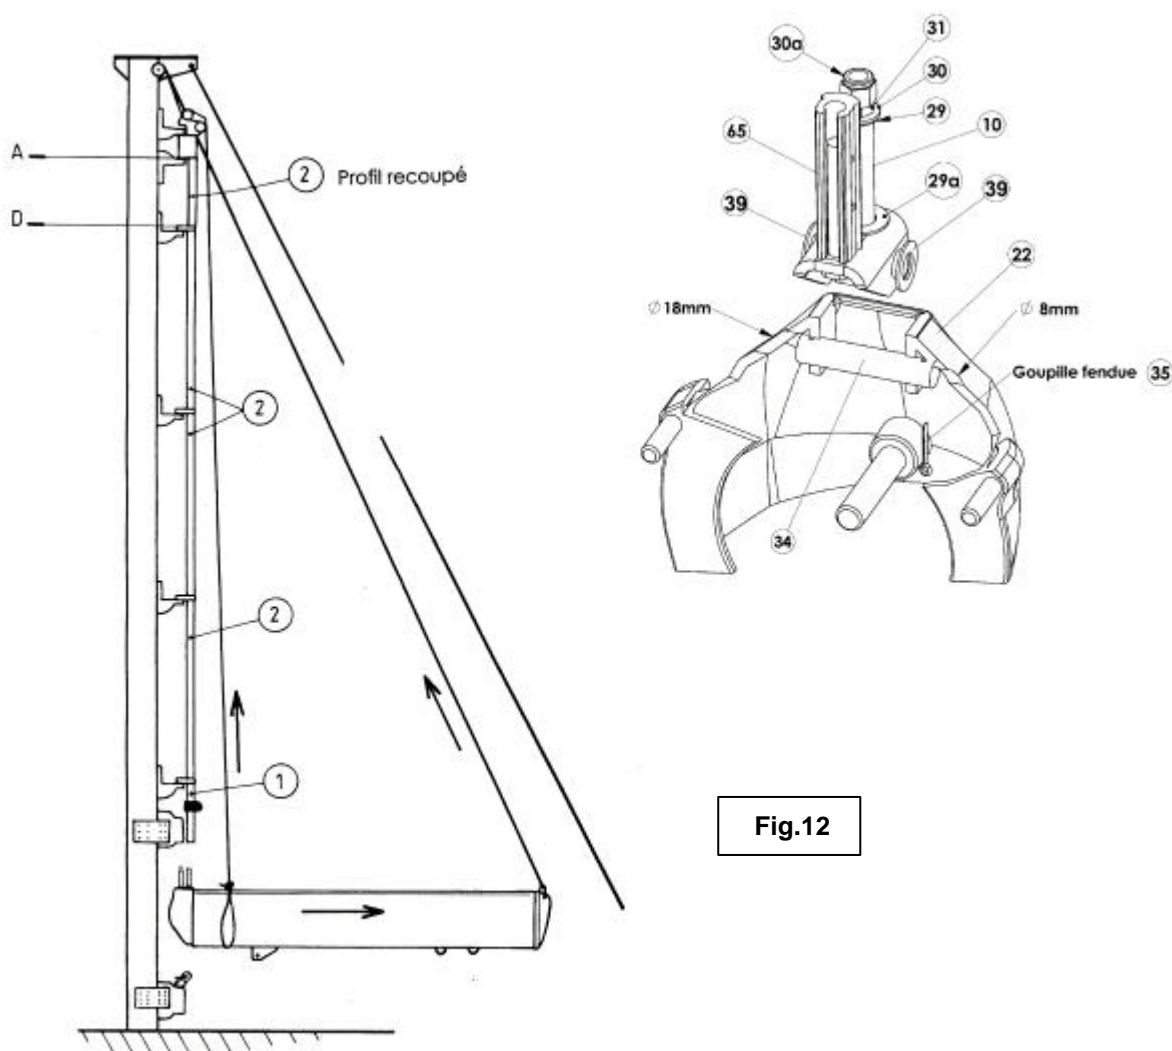

Fig.12
ATTENTION : le trou de l'axe (34) destiné à recevoir la goupille fendue (35) doit impérativement être monté du côté opposé au trou Ø 18 mm (voir fig. 12)
III 10 a - Hisser la bôme en la repoussant vers l'arrière avec 1 drisse et 1 balancine (Fig. 12), en la maintenant aussi horizontale que possible.